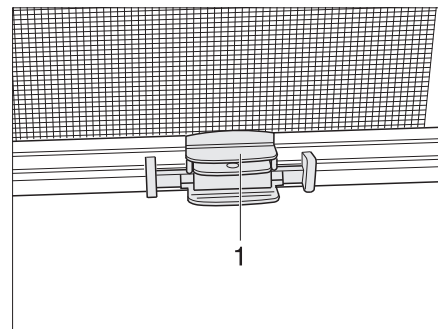

Fig. 49 Persiana
- Agarrar la tablilla final (Fig. 49,1) de la mosquitera enrollable por el centro y dirigirla a la tablilla final de la persiana oscurecedora enrollable.
- Sujetar la tablilla final (Fig. 49,1) de la mosquitera enrollable y accionar la cuchilla de bloqueo.